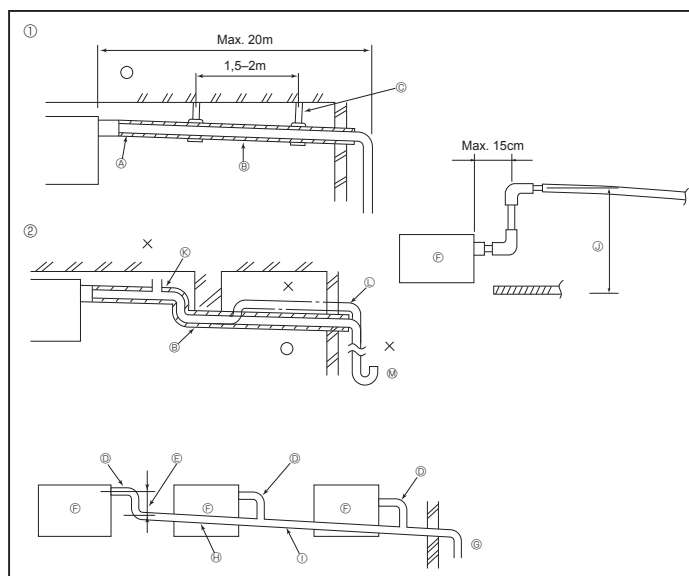

Fig. 3-1
3.1. Installatie van Draineerbuizen (Fig. 3-1)
- ① Juist aangelegde leidingen
- ② Onjuist aangelegde leidingen